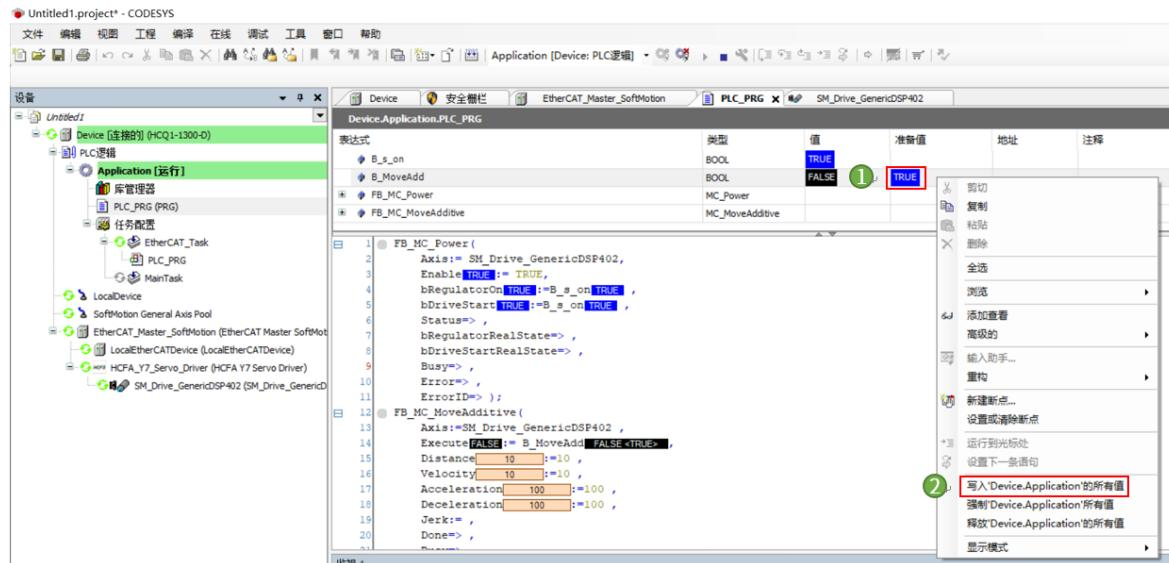

图13-21 电机试运行
3. 同样方法，如图13-21所示，操作B_MoveAdd变量后，电机正转一圈。至此电机试运行结束。